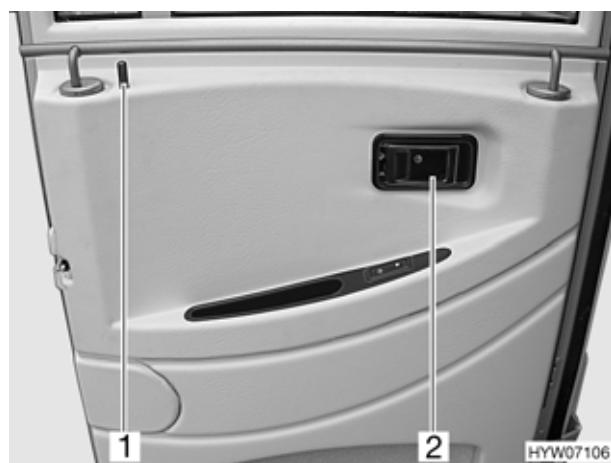

Bild 48 Türschloss Fahrertür, innen
- Am Griff (Bild 48,2) ziehen. Das Türschloss wird entriegelt.
- Sicherungsknopf (Bild 48,1) nach unten drücken.